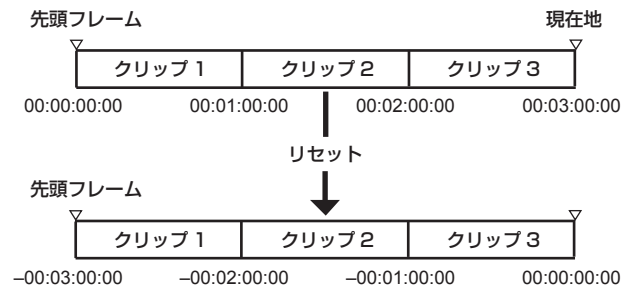

図 2
- ・再生 CTL カウンター値をリセットした場合、現在の再生位置を 0 として、基準値だった箇所はマイナスの数値になります。（図 2）